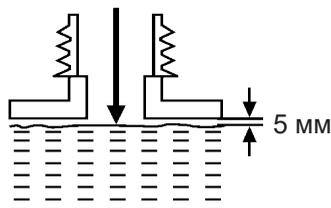

Рис. 7
4. Залейте подходящее топливо в топливный бак. Оставляйте расстояние не менее 5 мм между верхней частью топливного бака и внутренним краем бака, чтобы обеспечить запас на расширение топлива (рис. 7).